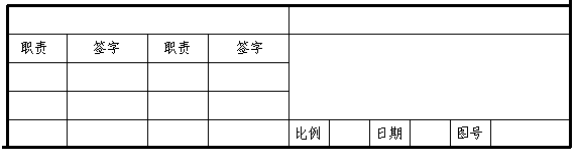

图 3-33 填写文字
(13) 单击“创建”选项卡“文字”面板中的“文字”按钮，填写标题栏中的文字，如图 3-33 所示。